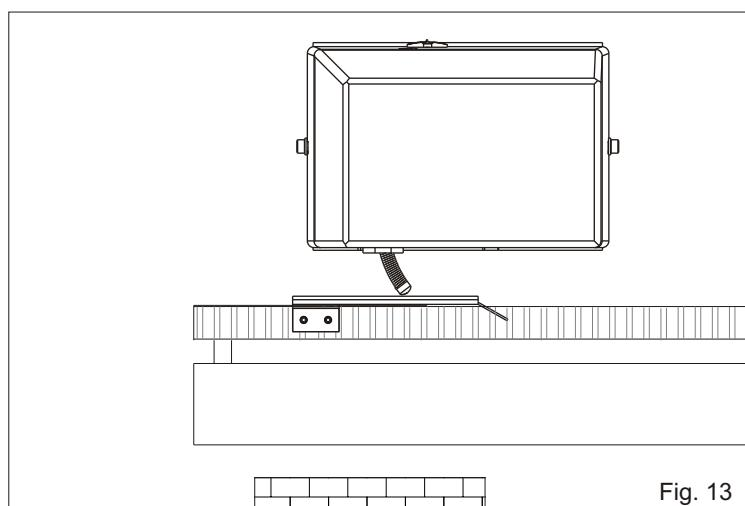
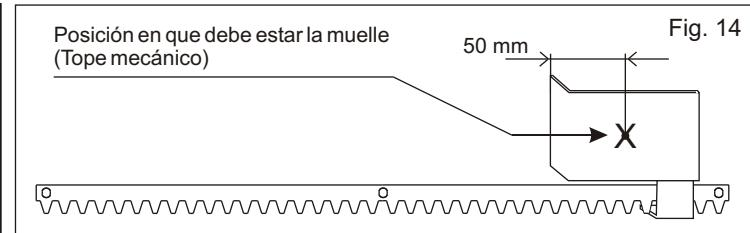

Fig. 13
Fig. 14
- Posicionar la plaqüita sobre la cremallera para que el tope (muelle en caso de tope mecánico (Fig. 13)) en correspondencia del punto X que está a 50 mm desde el lado doblado de la plaqüita (Fig. 14) y fijarla con los tornillos en dotación (Fig. 15).
- Posicionar la plaqüita sobre la cremallera para que el tope esté en correspondencia del punto X que está a 50 mm desde el lado doblado de la plaqüita (Fig. 14) y fijarla con los tornillos en dotación (Fig. 15).